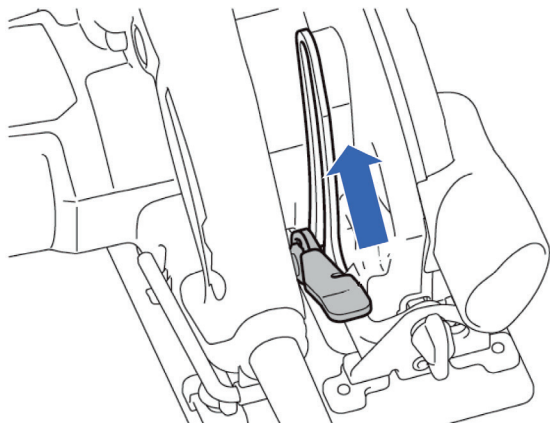

Рис. 6
• Для регулировки глубины распила ослабьте рычаг фиксации глубины пропила, подняв его вверх (рис. 6).